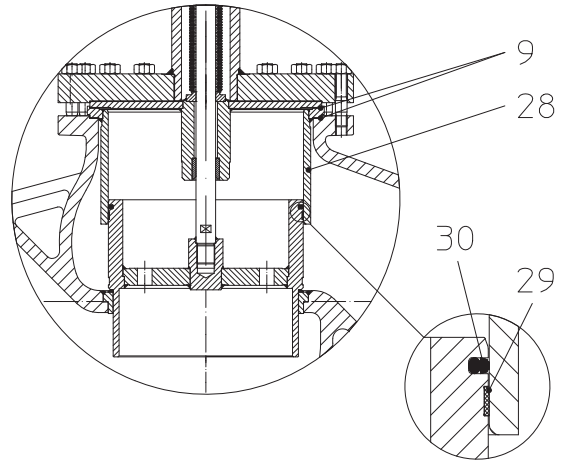

Рис. 13: разгруженный затвор
- Вставьте новое уплотнение (поз. 30), следя за правильным положением (см. Рис. 13).